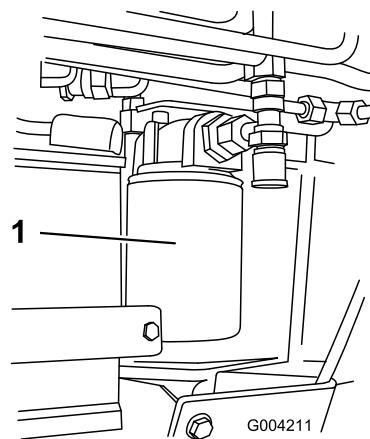

Figure 54
4. Placez un bac de vidange sous le filtre (Figure 54).
5. Enlevez le filtre à huile usagé (Figure 54) et essuyez la surface du joint de l'adaptateur.
7. Montez le filtre de rechange sur l'adaptateur (Figure 54). Tournez le filtre dans le sens horaire jusqu'à ce que le joint rejoigne l'adaptateur, puis donnez 3/4 de tour supplémentaire.